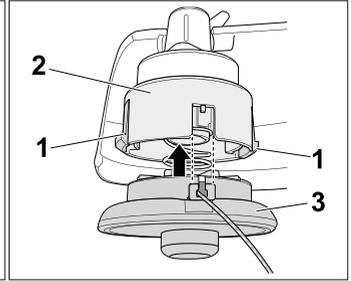

Fig. 17
- Pressionar a unidade (3), (Fig. 17) previamente montada, composta pela bobina interior e a tampa, contra a caixa da bobina (2), até as travas de retenção (1) engatarem.